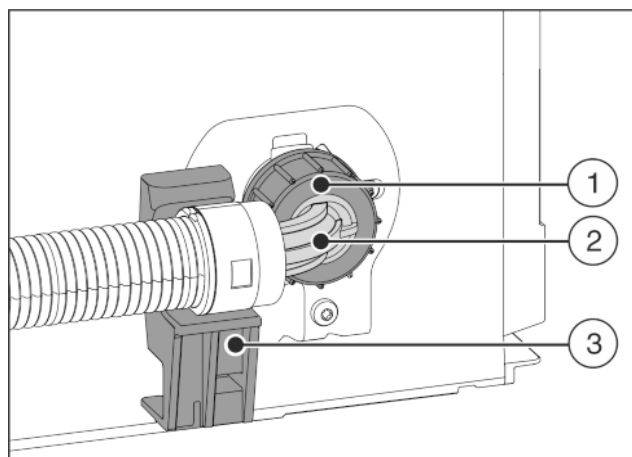

Fig. 21
- ▶ Pozicionirajte savijen završetak crijeva Fig. 21 (2) vodoravno na držač Fig. 21 (3) i držite ga.
- ▶ Maticu Fig. 21 (1) rukom zavrnite na navoj tako da je osiguran čvrst, siguran spoj.